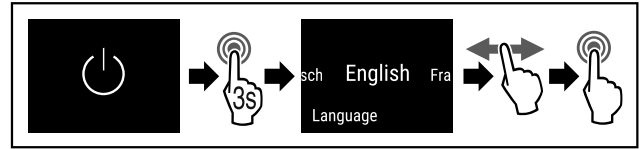

Fig. 54
- ▶ Seguir los pasos de procedimiento (consulte Fig. 54).